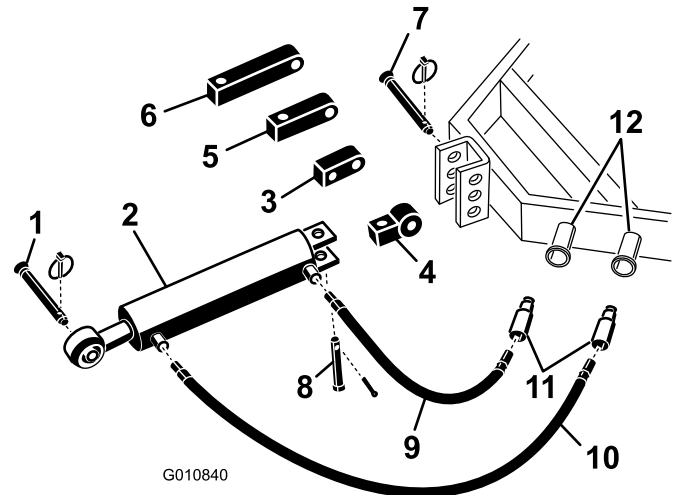

Bild 5
1. Befestigen Sie das Verbindungslenkerende des hydraulischen Oberlenkers mit den Stiften (wurden mit dem Traktor ausgeliefert) am Traktor (Bild 5). Drehen Sie den hydraulischen Oberlenker so, dass das Stangenende zum Aerifizierer zeigt. Die Zylinderanschlüsse sollten zur Hilfsaggregathydraulik am Traktor zeigen.
Hinweis: Wenn Sie den hydraulischen Zylinder so positionieren müssen, dass die Anschlüsse nach oben zeigen, ändern Sie die Zylinderposition mit einem Drehblock statt des normalen Befestigungsblocks (Bild 5). Sie können auch ein 90-Grad-Hydraulikanschlusstück statt des
- A. Entfernen Sie den Splint und Stift, mit denen der Standardverbindungslenker am Zylinder befestigt ist (Bild 5). Nehmen Sie den Verbindungslenker vom Zylinder ab.
- B. Montieren Sie den Drehblock mit den vorher entfernten Stiften am Zylinder (Bild 5).
2. Schließen Sie den 107 cm langen Hydraulikschlauch an den Anschluss am hydraulischen Oberlenker an, der dem Aerifizierer am nächsten ist Bild 5. Wickeln Sie Teflonband um das Schlauchgewinde oder tragen Sie Gewindedichtmittel auf, um undichte Stellen zu vermeiden.
3. Schließen Sie den 76 cm langen Hydraulikschlauch an den Anschluss am hydraulischen Oberlenker an, der dem Traktor am nächsten ist Bild 5. Wickeln Sie Teflonband um das Schlauchgewinde oder tragen Sie Gewindedichtmittel auf, um undichte Stellen zu vermeiden.
Wenn der hydraulische Zylinder die Befestigungshalterung am Aerifizierer nicht berührt, verwenden Sie statt des normalen Befestigungsblocks einen Verlängerungsblock, um den Zylinder am Traktor zu befestigen (Bild 5).
- B. Montieren Sie den Verlängerungsblock mit der gewünschten Länge mit den vorher entfernten Stiften am Zylinder (Bild 5).